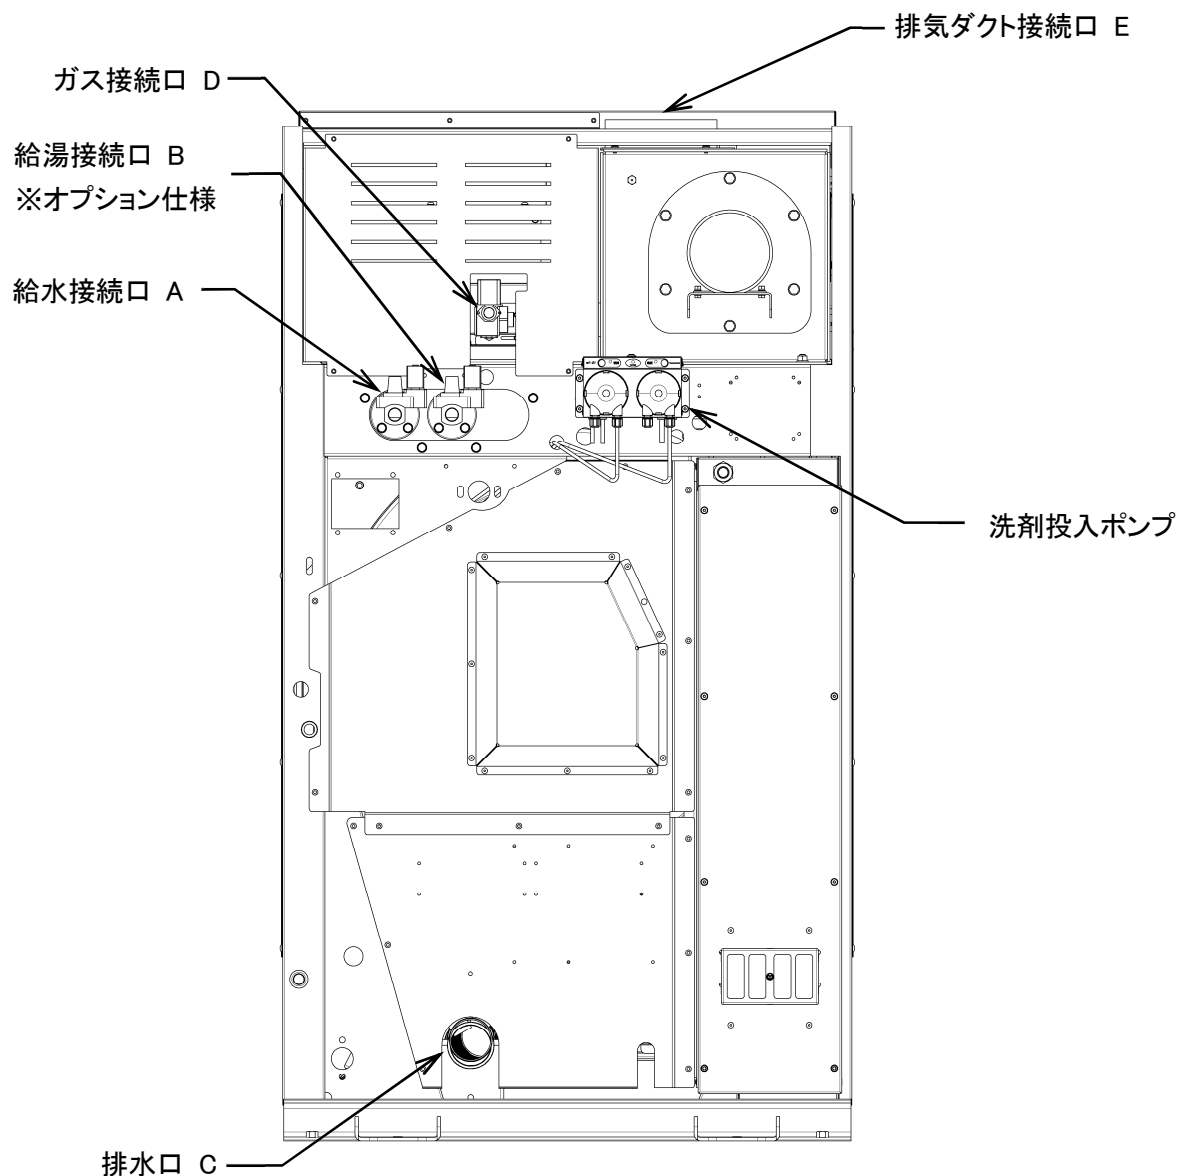

図 5-1
- ・ 給水接続口 A に配管を接続します。(図 5-1)
- ・ 給水接続口 B に配管を接続します。(図 5-1)
- ・ 排水口 C に配管を接続します。(図 5-1)
- ・ ガス配管接続口 D に配管を接続します。(図 5-1)
- ・ 機械は洗剤・助剤投入ポンプを標準装備しています。(図 5-1)
- ・排気ダクト接続口 E にダクトを接続します。機械の排気ダクト径は、外形は $\phi 198\text{mm}$ です。(図 5-1)